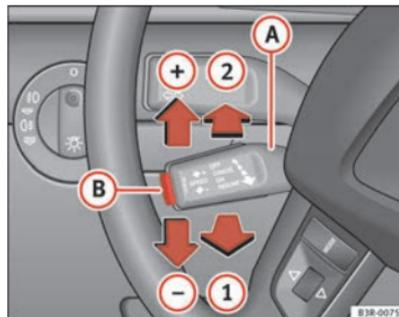

Fig. 140 Comandos do regulador de velocidade ►
- Puxe a palanca **A** para a posição ⇒ página 180, fig. 140 **1** para activar o sistema.
- Desloque a alavanca **A** para cima, em direcção ao ⇒ página 180, fig. 140 **+**.
- Desloque a alavanca **A** para baixo, em direcção ao ⇒ página 180, fig. 140 **-**.
- Empurrando brevemente a alavanca **A** para cima, em direcção ao ⇒ página 180, fig. 140 **+** a velocidade programada aumenta aproximadamente 2 km/h.
- Empurrando brevemente a alavanca **A** para baixo, em direcção ao ⇒ página 180, fig. 140 **-** a velocidade programada diminui aproximadamente 2 km/h.
Se, ao desligar provisoriamente o dispositivo, não estava nenhuma velocidade programada, pode programar-se uma nova velocidade, da seguinte forma: Circule à velocidade desejada e prima, então, brevemente o botão ⇒ página 180, fig. 140 **(B)** (SET).
- Pressione a alavanca **(A)** ⇒ página 180, fig. 140 até à posição **(2)** (engatada).